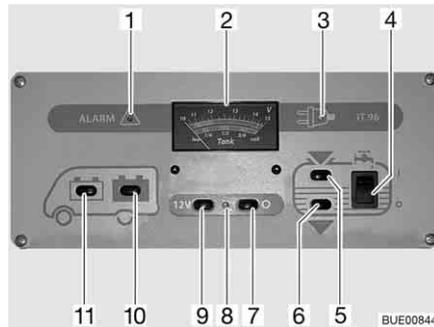

Fig. 158 Panneau de contrôle IT 96-2
L'interrupteur principal 12 V (Fig. 158,7 et 9) établit ou coupe le panneau de contrôle et l'alimentation 12 V de la cellule.
- Appuyer sur le commutateur (Fig. 158,9) "12 V" : L'alimentation 12 V de la cellule est assurée. Le voyant de contrôle (Fig. 158,8) s'allume en vert.
- Appuyer sur le commutateur (Fig. 158,7) "O" : L'alimentation 12 V de la cellule est coupée. Le voyant de contrôle (Fig. 158,8) s'éteint.
Observer sur l'indicateur de charge/de niveau de réservoir (Fig. 158,2), la graduation supérieure. L'indicateur s'éclaire automatiquement dès qu'un commutateur est actionné.
- Appuyer sur le commutateur (Fig. 158,11) "": La tension de la batterie de démarrage est affichée.
- Appuyer sur le commutateur (Fig. 158,10) "": La tension de la batterie de cellule est affichée.
Observer sur l'indicateur de charge/de niveau de réservoir (Fig. 158,2) la graduation inférieure. L'indicateur s'éclaire automatiquement dès qu'un commutateur est actionné.
■ Appuyer sur le commutateur (Fig. 158,5) "" : Le niveau du réservoir d'eau est affiché.
■ Appuyer sur le commutateur (Fig. 158,6) "" : Le niveau du réservoir d'eaux usées est affiché.
■ Commutateur à bascule (Fig. 158,4) vers le haut "I" : L'alimentation en eau est activée.
■ Commutateur à bascule (Fig. 158,4) vers le bas "O" : L'alimentation en eau est désactivée.
Le voyant d'alerte rouge "ALARM" (alarme) (Fig. 158,1) clignote dès que la charge de la batterie de cellule descend en dessous de 11 V (mesurée en marche) et qu'il y a risque de décharge profonde des batteries.
Le voyant de contrôle 12 V (Fig. 158,8) s'allume dès que l'interrupteur principal 12 V (Fig. 158,9) est enclenché.
Le voyant de contrôle jaune 230 V (Fig. 158,3) s'allume si l'arrivée du bloc électrique est sous tension de réseau.